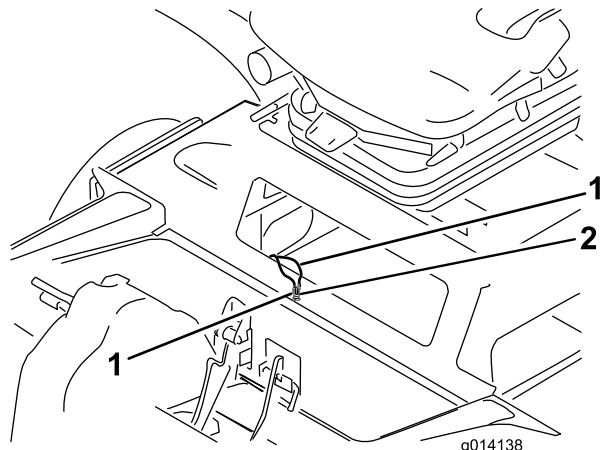

Figure 58
- Trouvez les deux câbles volants dans le compartiment (**Figure 58**)